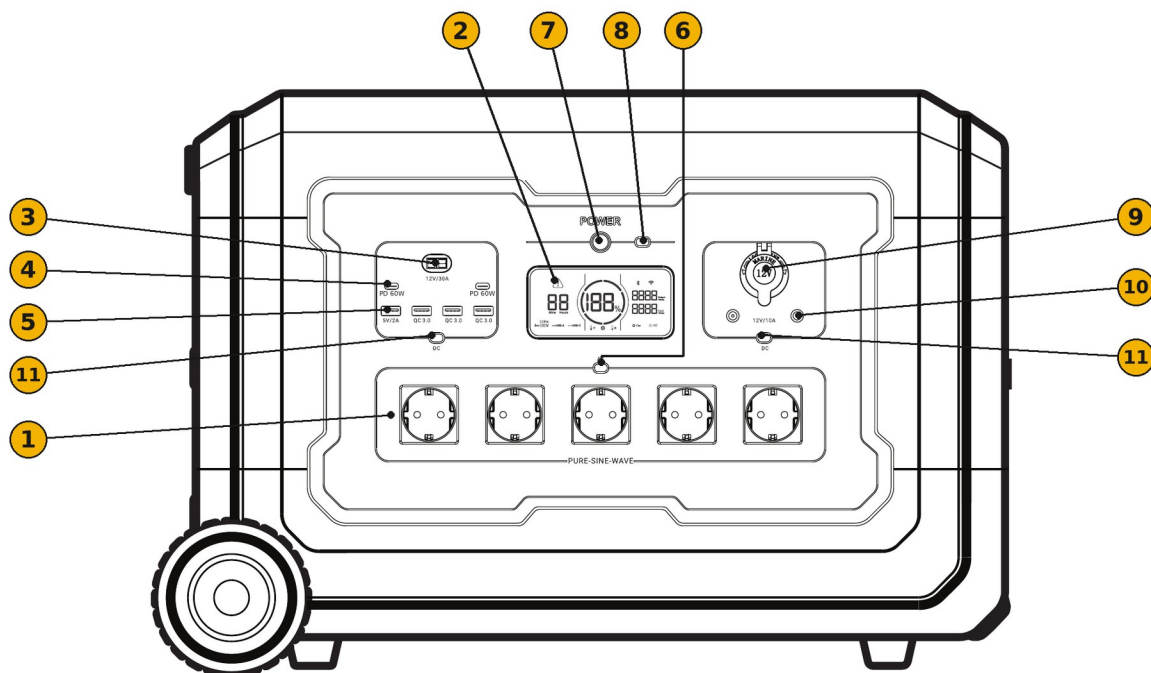
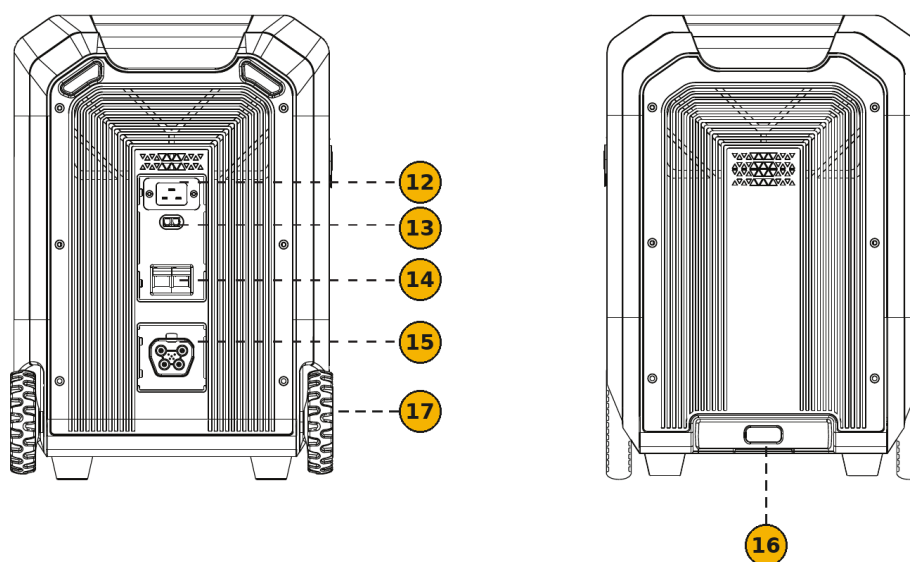

FIG. 1 — Vista frontal: comandos e saídas
FIG. 2 — Vistas laterais: entradas, disjuntor e elementos de transporte
- 2) Para a deslocar sobre um pavimento firme e plano, puxe a pega telescópica (16, FIG. 2), incline ligeiramente a estação e faça-a rolar sobre as rodas (17). Recolha a pega depois de a utilizar.
A estação integra numa caixa com rodas a bateria, o inversor, os reguladores de carregamento e o sistema de gestão da bateria (BMS). O painel frontal reúne os comandos, o ecrã e as saídas (FIG. 1); a lateral do lado das rodas reúne as entradas de carregamento, o disjuntor e o conector de expansão (FIG. 2).